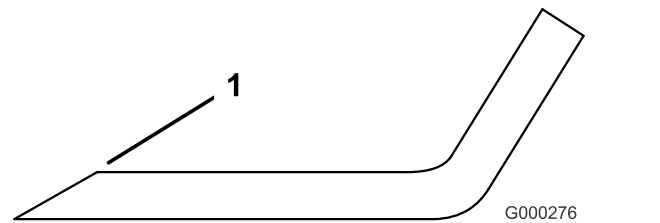

Bild 112
- Untersuchen Sie die Schnittkanten aller Messer. Schärfen Sie alle stumpfen und ausgekerbten Schnittkanten. Schärfen Sie nur die Oberseite der Schnittkanten und behalten dabei den ursprünglichen Schnittwinkel bei, um die Schärfe des Messers zu gewährleisten (Bild 112). Das Schnittmesser behält seine Auswuchtung bei, wenn von beiden Schnittkanten die gleiche Materialmenge entfernt wird.